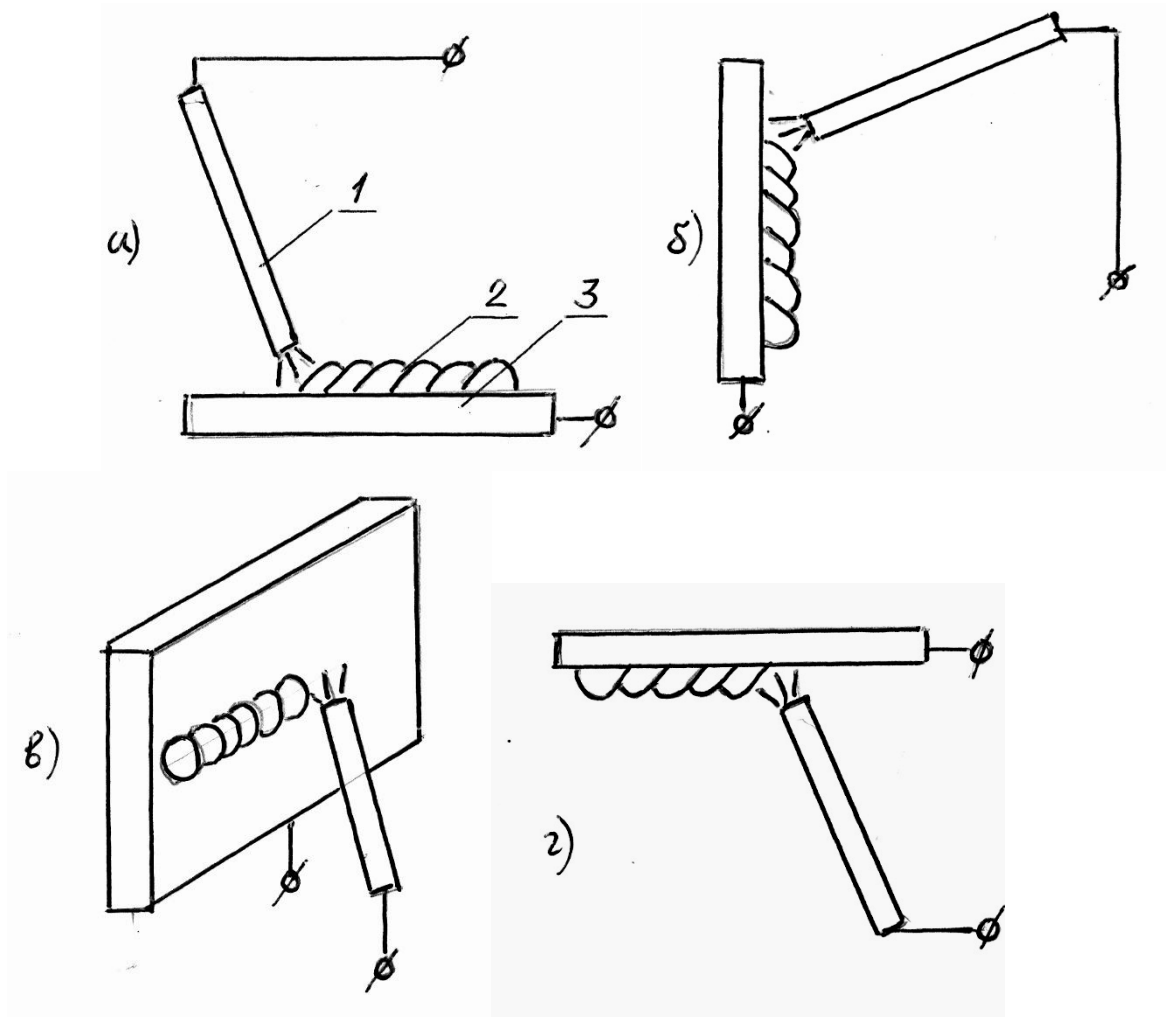

Рис. 3 Пространственное положение шва при ручной сварке:
В зависимости от продольной оси шва различают швы потолочные, вертикальные, горизонтальные и швы в нижнем положении (см. рис. 3). Швы могут быть сплошными и прерывистыми.
- Структура условного обозначения электродов представлена на рис. 3.